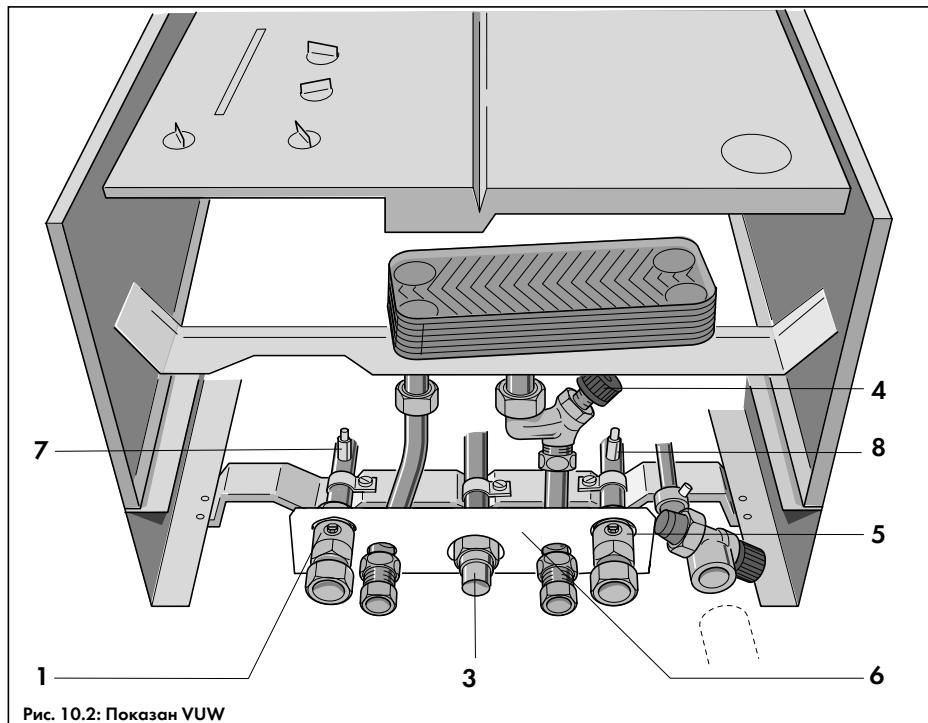

Рис. 10.2: Показан VUW
- У аппаратов VUW: Закрыть кранхолодной воды (4, рис. 10.2).
- Отсечь аппарат от системы отопления, закрыв сервисные краны (1 и 5, рис. 10.2);
- Подсоединить к сливным штуцерам (7 и 8, рис. 10.2) отрезок гибкого шланга и опустить их в какую-либо подходящую емкость;
- Спустить из аппарата воду через сливные штуцеры (7 и 8, рис. 10.2), открутив их ключом на 10 на 1-2 оборота;
- Открыть сервисные краны (1 и 5, рис. 10.2) в контуре отопления. В случае необходимости произвести подпитку системы отопления (см. главу 6.4);